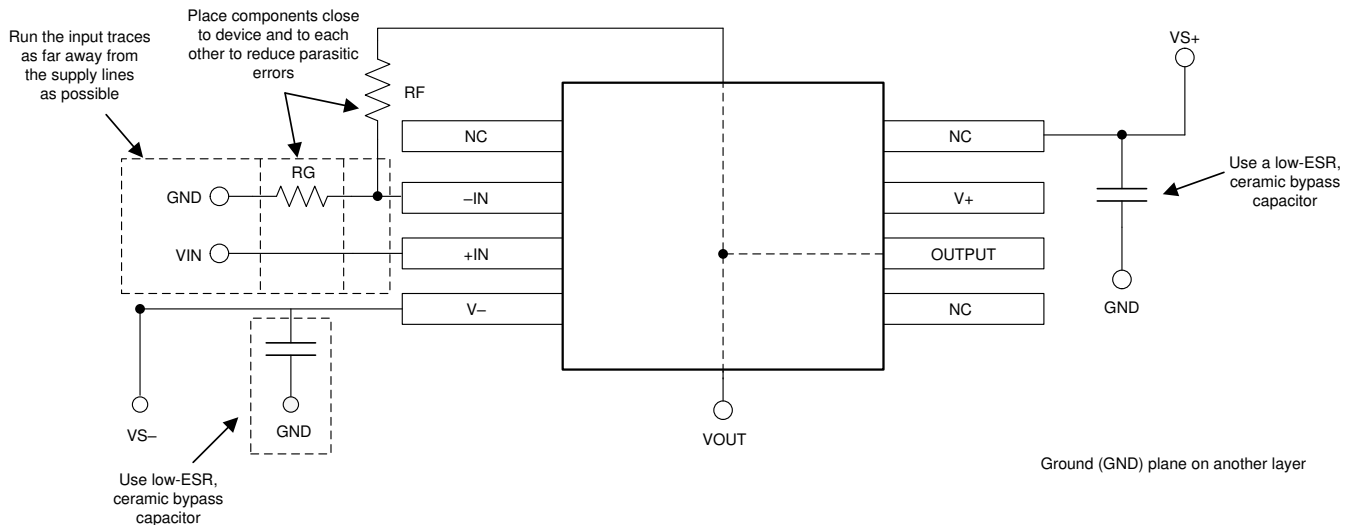

图 10-1. 同相配置的运算放大器电路板布局
- 外部元件应尽量靠近器件放置。如图 10-1 所示，使 RF 和 RG 靠近反相输入可更大限度减小寄生电容。